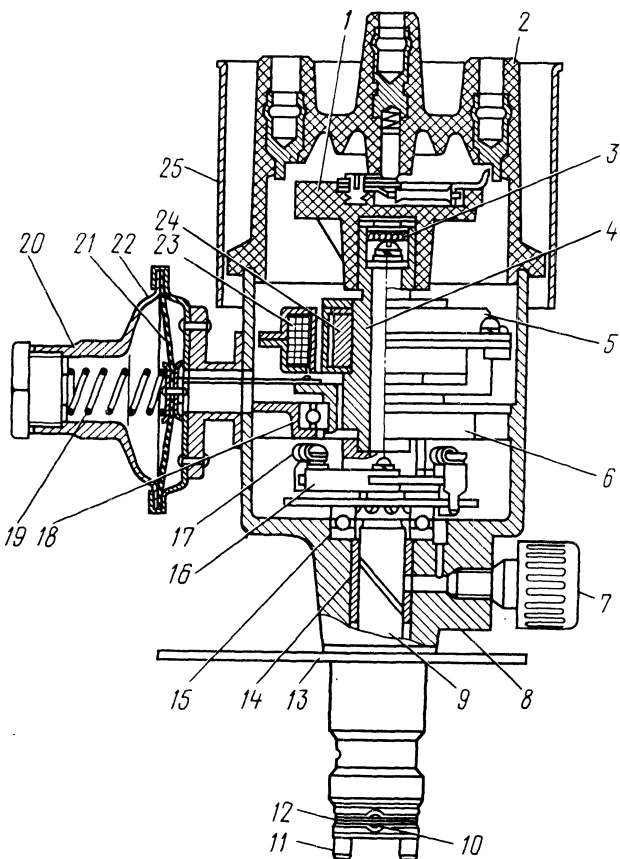

Рис. 222. Датчик-распределитель зажигания:
Датчик-распределитель 19.3706 (рис. 222) представляет собой генератор, который вырабатывает импульсы напряжения управления транзисторным
- снять экран 25 (см. рис. 222);